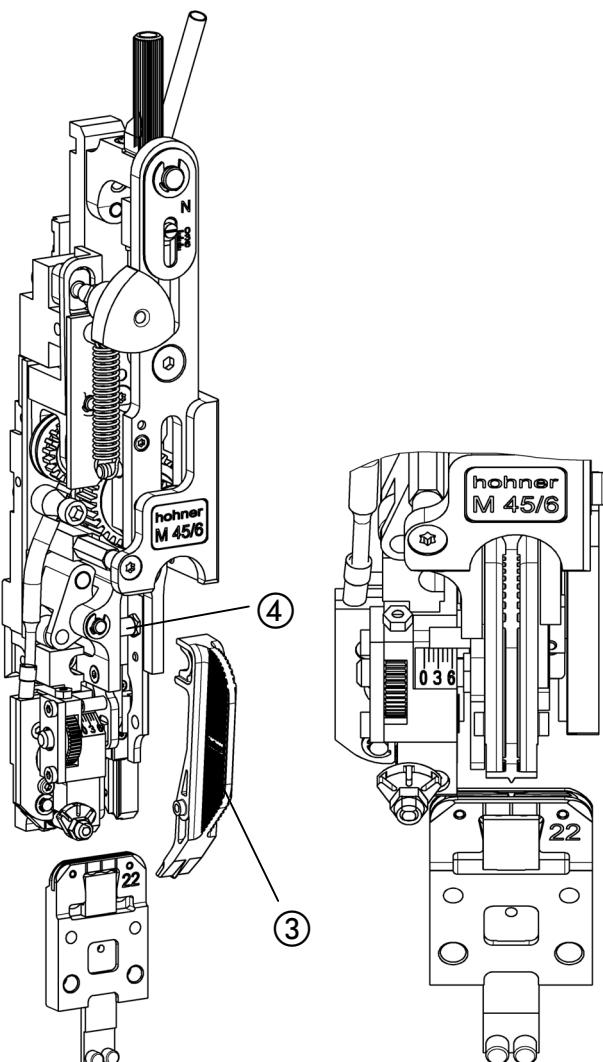

Fig. 8
- Fig. 8 -
- Desmontar el moldeador (véase página 37). Colocar el calibre ③ en el perno de alojamiento del moldeador ④ y girar hacia abajo contra el tope. En esta posición se puede ajustar con precisión la caja del remachador alineando el calibre con las marcas de la escala colocada sobre la caja.
- Apretar las tuercas ① y retirar el calibre ③. Montar de nuevo el moldeador.